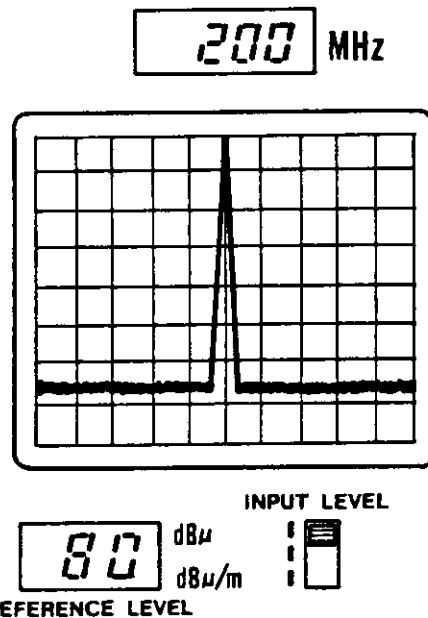

図5-2 縦軸のチェック
- IF GAIN-FINE**スイッチをまわして、200MHz CAL. 信号を CRT ディスプレー一番上の線に合わせます。〔図5-2〕